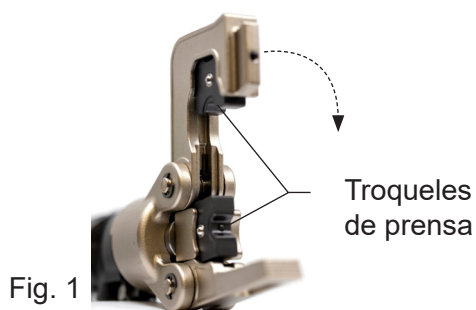
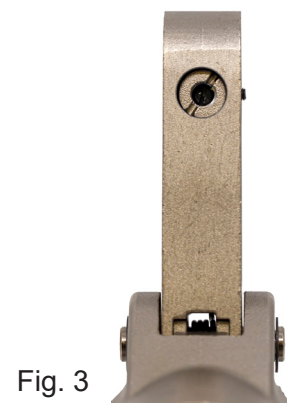

Fig. 1
Fig. 3
Nota: Pos. tornillo consulte la Fig. 3.
1. Seleccione la combinación correcta de troqueles. Abra la mordaza articulada, coloque el tornillo de posicionamiento (imagen 3) en la posición correcta e inserte el juego de troqueles en el cabezal de prensado. Cierre la presilla de sujeción 4, consulte la Fig. 1.